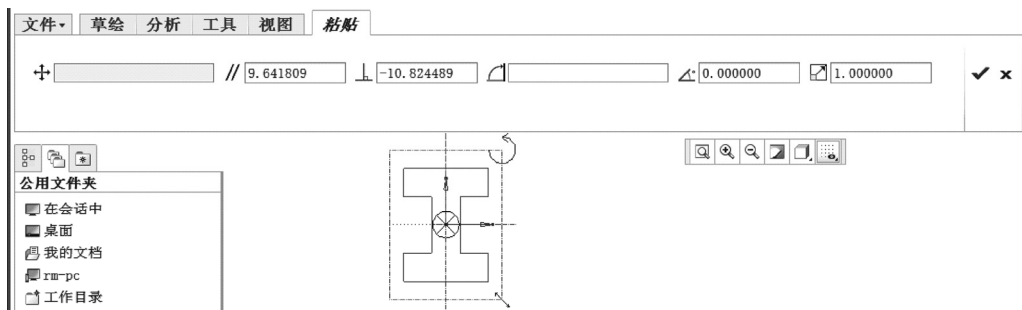

图 2-45 “粘贴”选项卡和粘贴图元预览
- 4) 在绘图区域中的预定位置处单击，此时功能区出现“粘贴”选项卡，并且粘贴图元将以默认尺寸出现在所选位置，该图形上显示（平移句柄）、（旋转句柄）和（缩放句柄）符号，如图 2-45 所示。